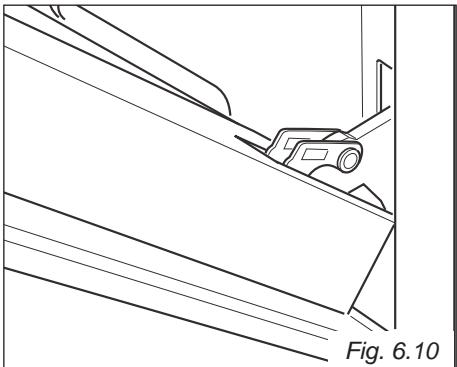
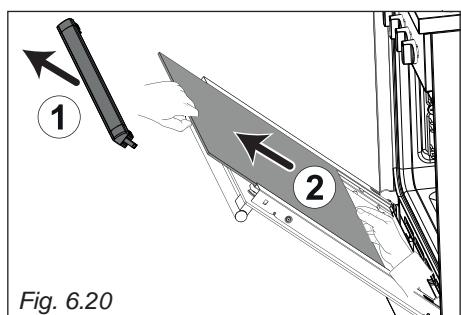
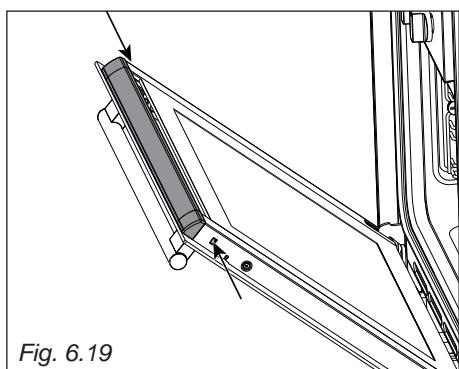

Fig. 6.10
Fig. 6.20
Fig. 6.19
- Refermez doucement la porte (fig. 6.10) jusqu'à ce que les leviers "A" des charnières gauche et droite s'accrochent sur la partie "B" de la porte (fig. 6.19).
- Appuyer sur les deux languettes pour décrocher le support supérieur (flèche in figure 6.19), puis enlever doucement le support (flèche 1 in figure 6.20).
- Sortez en douceur la vitre intérieure (flèche 2 in figure 6.20).